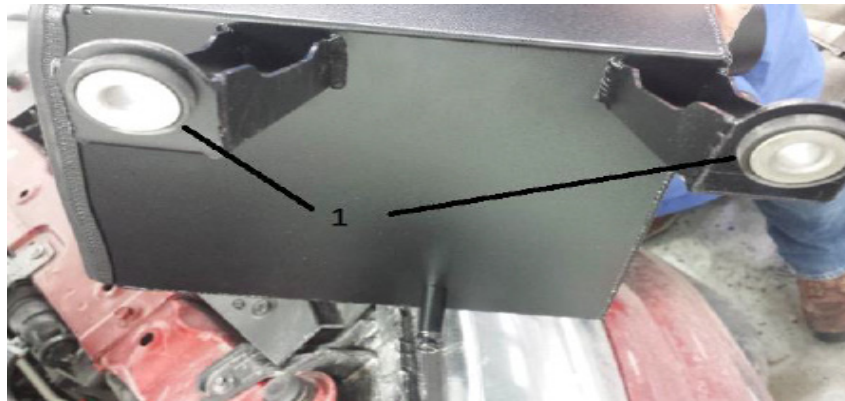

Figura 3
3. Retire los pasacables de hule y los soportes de metal del alojamiento de la caja de aire de fábrica e instale dentro de las patas del nuevo ensamble de la caja (1 en la figura 3).